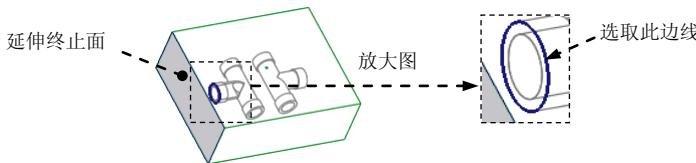

图 15.23 选取延伸终止面
(1) 按住 Shift 键, 选取图 15.23 所示的复制边线。
- (2) 单击 **分型面** 功能选项卡 **编辑** ▾ 区域的 **延伸** 按钮，此时出现 **延伸** 操控板。
- (3) 选取延伸的终止面。在操控板中按下按钮 。选取图 15.23 所示的坯料的表面为延伸的终止面。
- (4) 单击 按钮，完成延伸曲面的创建。